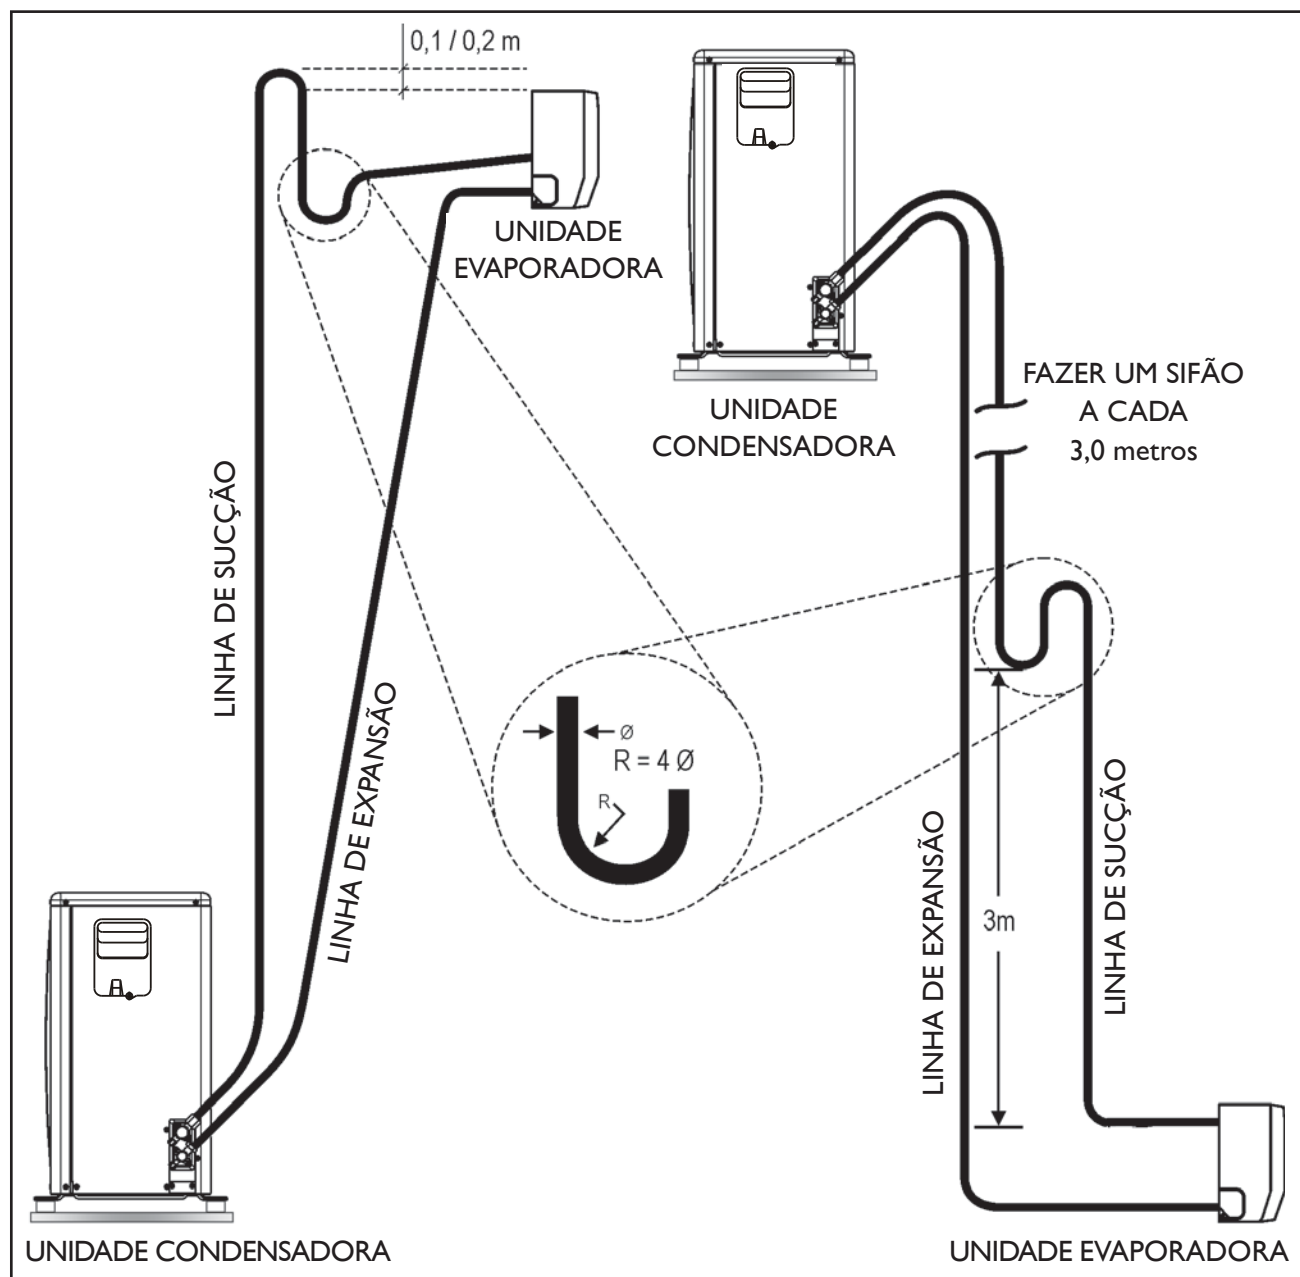

FIG. 15 - LINHAS DE INTERLIGAÇÃO
- 1º Elevar a linha de sucção acima da unidade evaporadora antes de ir para a unidade condensadora (0,1m para modelos 38MB_09 e 12 e 0,2m para 38MB_18 e 24), quando a evaporadora estiver acima ou no mesmo nível da condensadora. (Fig. 15)
- 2º Fazer sifões nas subidas da linha de sucção a **cada 3,0 m** para os modelos, incluindo a base (saída da evaporadora). Caso o desnível seja menor que 3 m faça apenas na base. (Fig. 15)